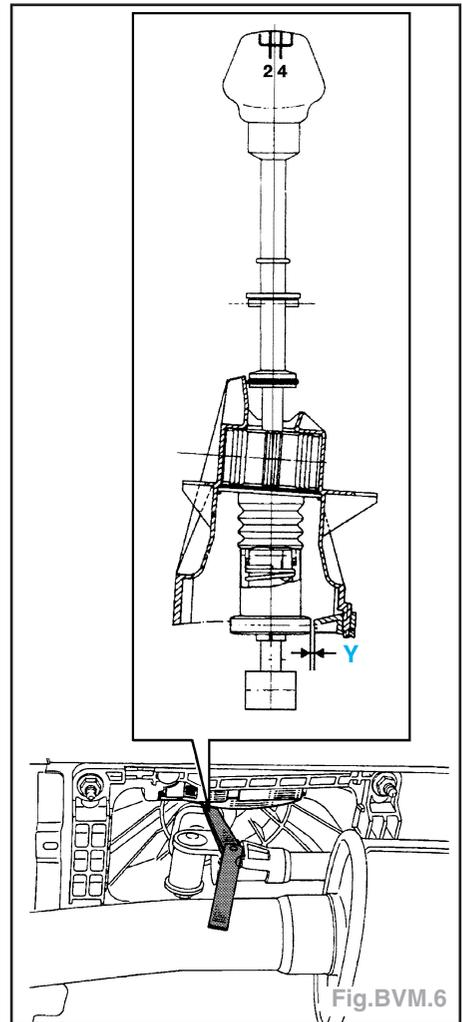

Fig.BVM.6
- Appliquer la gâchette inférieure du levier de vitesses contre la rampe du boîtier en interposant une cale de **3 mm** d'épaisseur (Fig.BVM.6).